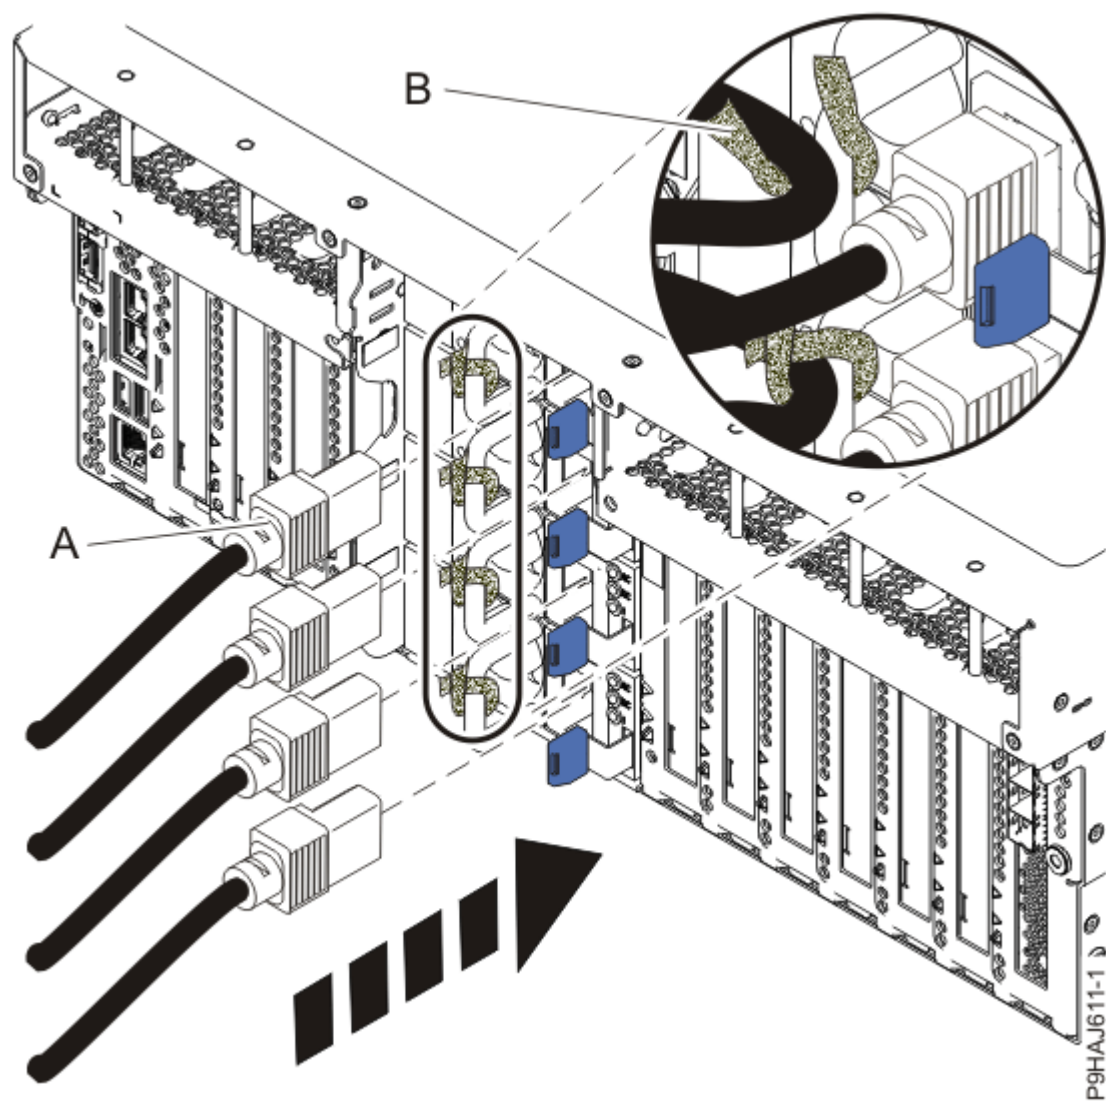
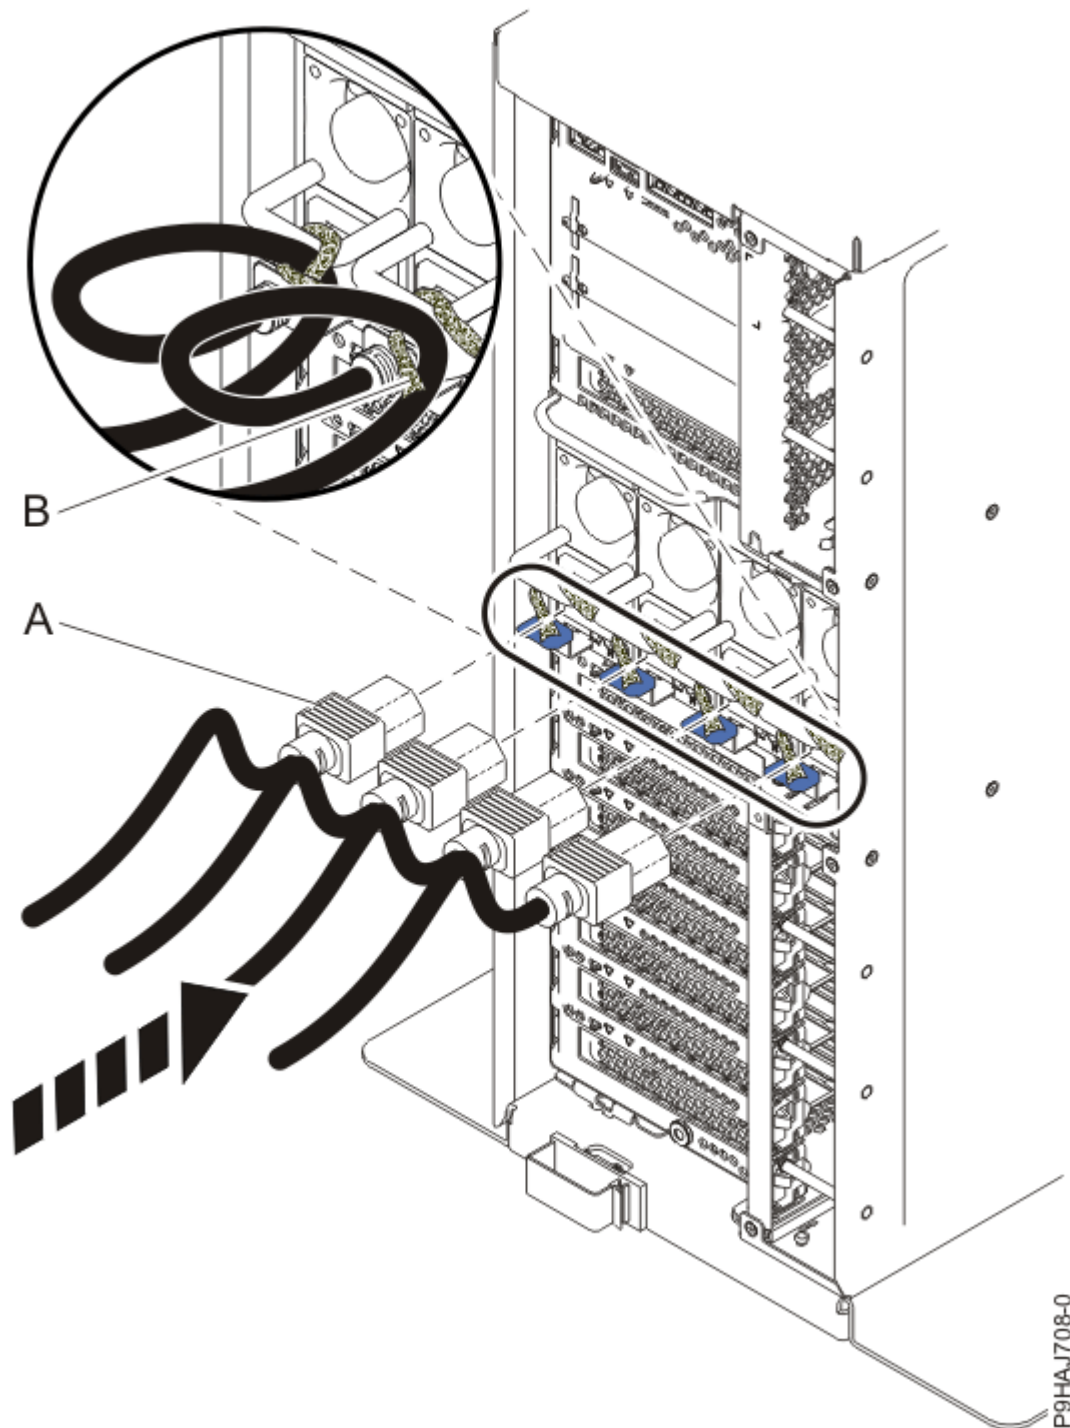

Figura 101. Conexión de los cables de alimentación a un sistema montado en bastidor
Figura 102. Conexión de los cables de alimentación a un sistema autónomo
5. Mediante las etiquetas, vuelva a conectar los cables de alimentación **(A)** a la unidad del sistema. Sujete los cables de alimentación **(A)** al sistema utilizando los mecanismos de sujeción **(B)** tal como se muestra en la Figura 101 en la página 113 o Figura 102 en la página 114.